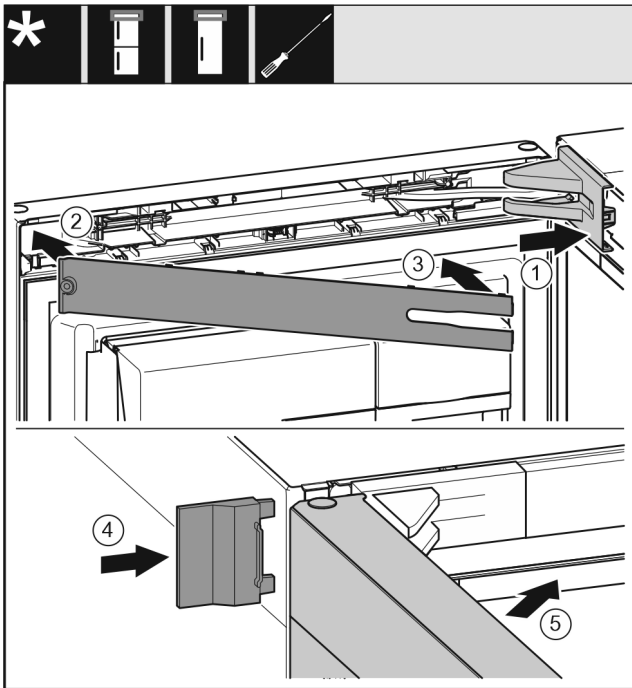

Fig. 27
- ▶ Sätt på lagerbocksskyddet och klicka fast det; skjut ev. försiktigt isär det. Fig. 27 (1)
- ▶ Sätt på panelen. Fig. 27 (2)
- ▶ Vrid in och tryck fast panelen. Fig. 27 (3)
- ▶ Skjut på det yttre skyddet. Fig. 27 (4)
- ▶ Stäng den övre dörren. Fig. 27 (5)